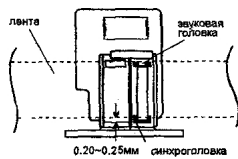

Рис. 7
3. В режимі відтворення вимірювальної стрічки, використовуючи зуболікарське дзеркало для контролю за поверхнею звукової головки і обертаючи гайку регулювання висоти блоку нерухомих головок, встановіть зазор між нижньою крайкою стрічки і нижньою гранню синхроголовки приблизно рівним 0,25 мм, як показано на рис. 7.